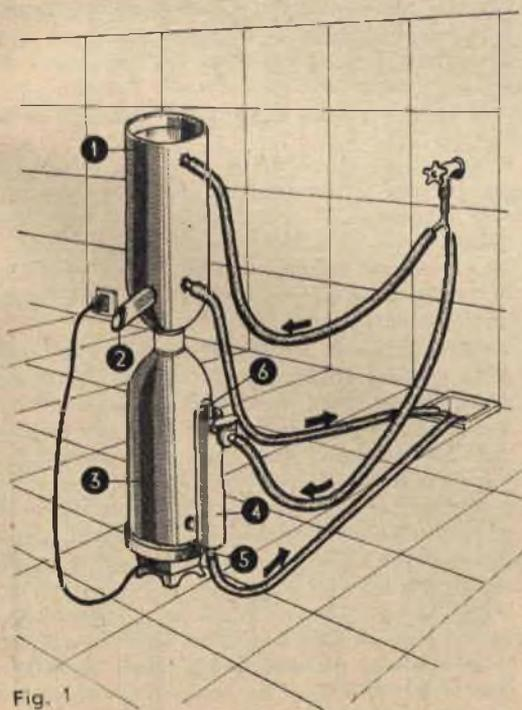

Fig. 1
Allo scopo di ovviare tale inescusabile contrattacco, pensai di presentare ai Lettori di Sistema Pratico un pratico ed economico distillatore per acqua, che li mettesse in grado di produrre in casa, con spesa relativa, l'acqua distillata necessaria ai loro esperimenti (fig. 1).
1) approntamento del corpo bollitore (fig. 1 - part. 3);
- 2) costruzione del dispositivo atto a mantenere in funzione continuata l'apparecchio (constant-high) e relativa applicazione al corpo bollitore (fig. 1 - part. 4);
- 3) avvolgimento della serpentina di condensazione (fig. 1 - part. 2);
- 4) approntamento del manicotto refrigerante (fig. 1 - part. 1).